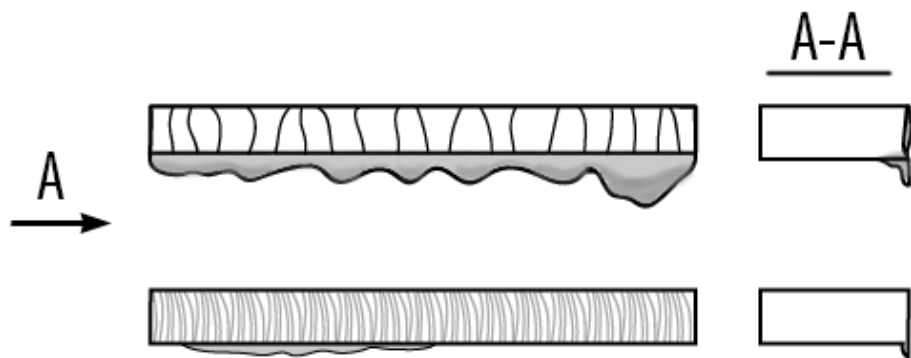

Рис. 7.6. Влияние силы тока и скорости реза.
- Сила тока и скорость реза (См. рис. 7.6).